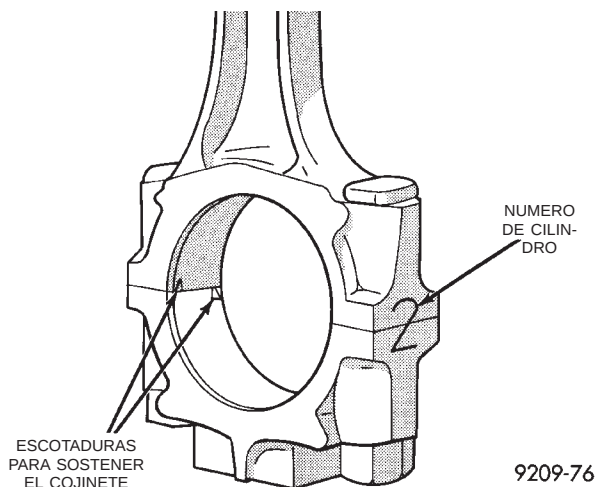

Fig. 95 Biela y tapa
(9) Verifique las marcas de alineación hechas durante el desmontaje y que las escotaduras de posición del cojinete, nuevas o usadas, se encuentren del mismo lado, tal como se muestra en la (Fig. 95).
(10) Instale las culatas de cilindro y el colector de aceite. Consulte los procedimientos en esta sección.